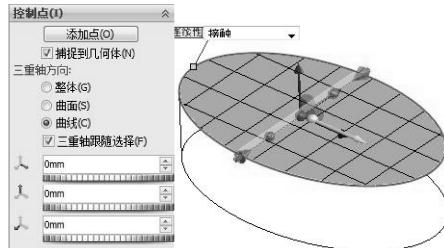

图 3-50 显示三重轴
- 06 再单击【添加点】按钮，并选取 3 个控制点中的其中一个点。此时在【控制点】选项最下面会出现三个方向的微调控制按钮和文本框，同时在该点上显示三重轴，如图 3-50 所示。